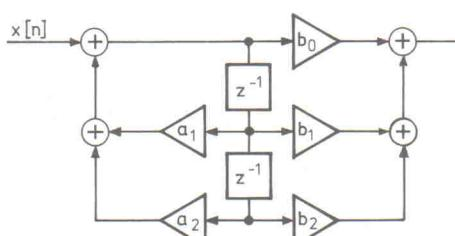

Bild 11. Biquad-Filter (IIR-Filter 2. Ordnung).
Bild 11 zeigt ein derartiges Filter, das auch oft als *Biquad-Filter* bezeichnet wird, was auf die zwei quadratischen Terme in Zähler und Nenner der Systemfunktion zurückzuführen ist. Form II hat den Vorteil, daß nur halb so viele Verzögerungselemente benötigt werden, wie bei Form I. Die Beschreibung des Ein-/Ausgangsverhaltens im Zeitbereich eines IIR-Filters 2. Ordnung reduziert sich von Formel (2) auf die Differenzengleichung